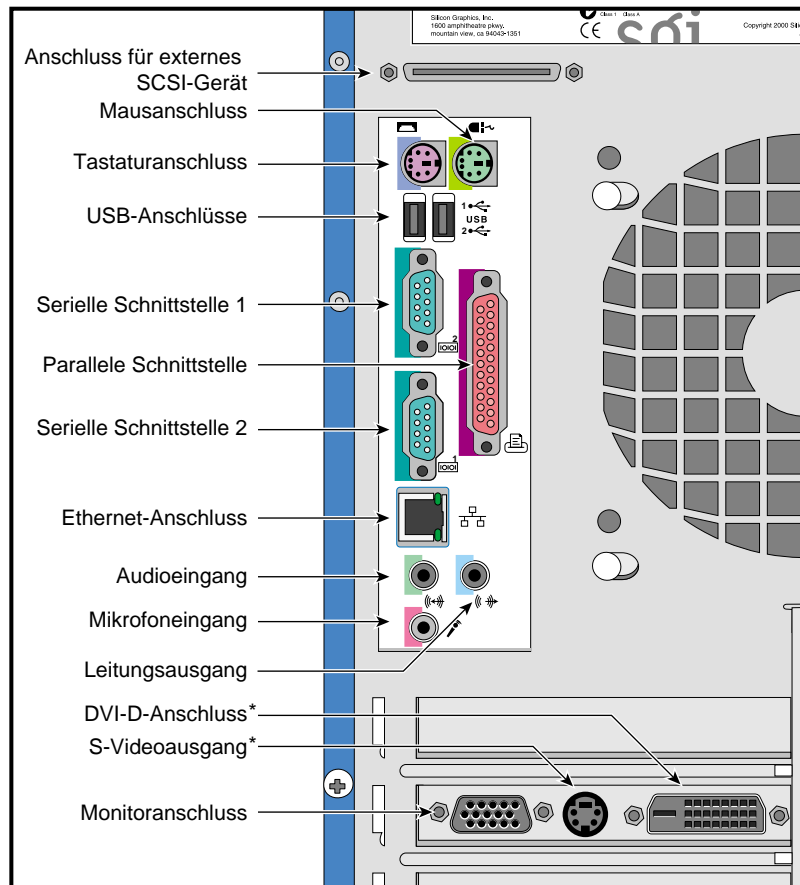

Abbildung 1-10 E/A-Anschlussfeld
- c. Schließen Sie den rechten Lautsprecher an das System an, indem Sie das Kabel mit dem Leitungsausgang des Systems und dem Signaleingang des Lautsprechers verbinden. Die Lage des Leitungsausgangs entnehmen Sie bitte Abbildung 1-10.
7. Schließen Sie weitere externe Geräte an die jeweiligen Anschlüsse an. Abbildung 1-10 zeigt eine Detailansicht des E/A-Anschlussfelds.